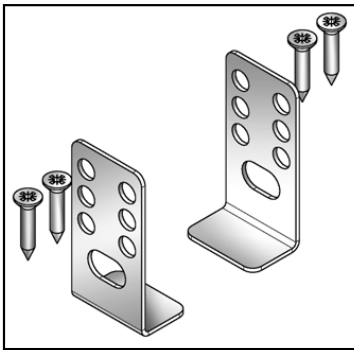

Abb. 2
- Nr. 2 Befestigungsbügel hinten + Nr. 4 Schrauben für Spanplatten 4,5x16 mm (**Abb. 2**).
4	Den oberen Deckel montieren (Fig. 2).